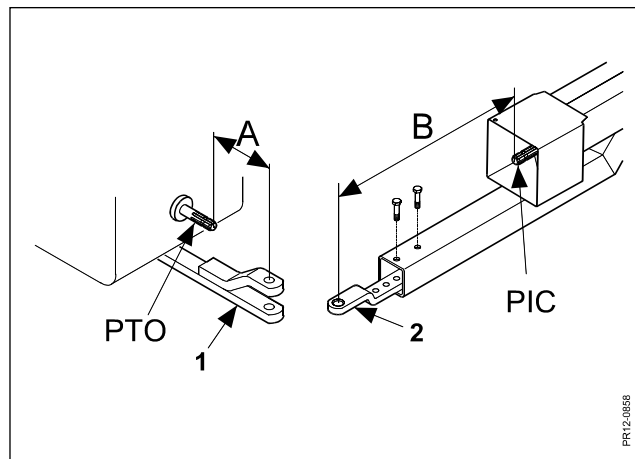

Fig. 2-10
Fig. 2-10 Indstil traktorens trækbom (1), således at afstanden "A" bliver mindst mulig. Indstil maskinens trækbom (2), således at afstanden "B" bliver størst mulig. Således optager vidvinklen den største del af vinklingen når der drejes. Maskinens trækbom (2) skal vendes, så KO-akslen er så tæt på vandret som muligt.